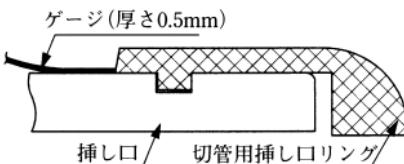

図63 挿し口外面からの浮き量チェック
- ⑥全てのシャコ万力を取り外す。
- ⑦再度、切管用挿し口リングが浮いていないことを、切管用挿し口リングと挿し口外面との間に0.5mmの隙間ゲージが全周にわたって入らないことにより確認する(図63参照)。